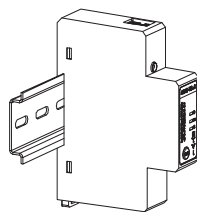

Abbildung 2
- Rasten Sie anschließend den unteren Teil der Hutschienenaufnahme des Drehstromzählers auf der Hutschiene ein (siehe Abbildung 2).